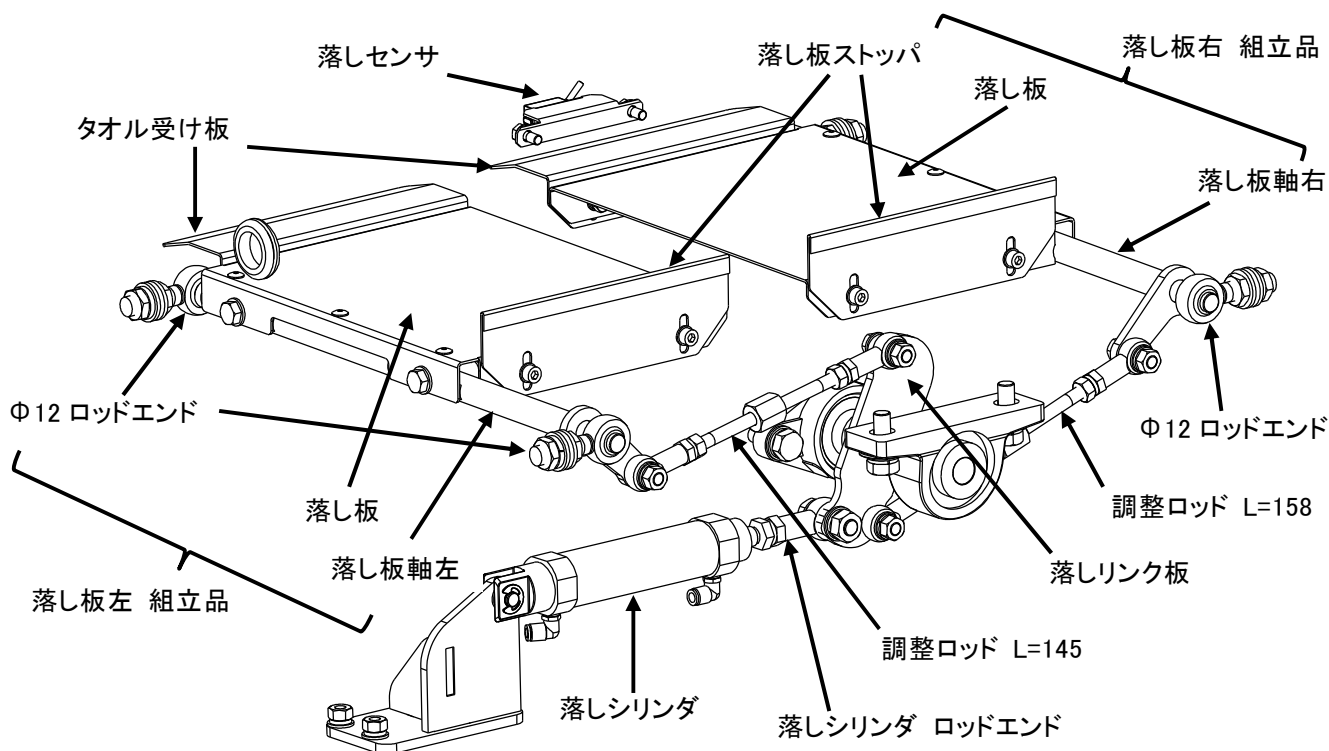

図 8-11
8. 3. 4 落とし板部(図 8-11)
- ・ FT 落とし板(左), (右) (図 8-11)
2) FT 落とし板(左), (右)の調整 (図 8-11)